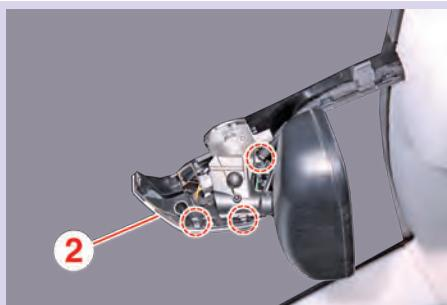

Fig.2
- Déposer la coquille droite (2) (Fig.2)